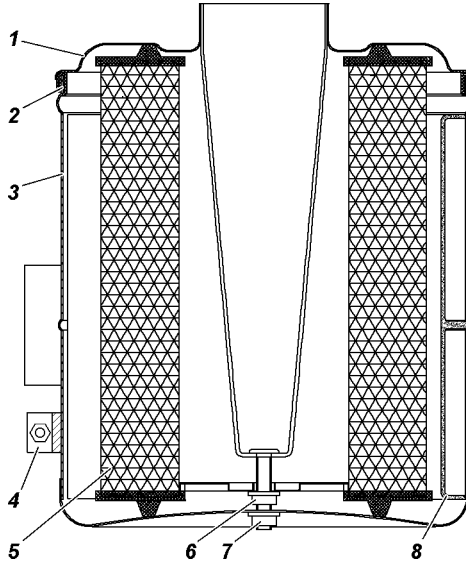

Рис. 10. Воздушный фильтр:
- отверните гайку хомута 4 (рис. 10), снимите хомут и воздушный фильтр;